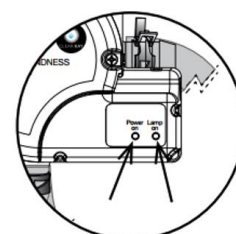

Figura 1F
15. Deslize a lâmpada UV nova (7) de volta para dentro do tubo de quartzo.
16. Reinstale o novo tampão preto da lâmpada (5) de volta sobre a porca de compressão de vedação do tubo de quartzo (9).
17. Reinstale tampa (2) e preenda-a com os parafusos.
19. Uma vez que a energia está ativada, você pode verificar o rator, Figura 1F, para ver se o sistema CLEARARRAY está funcionando. A luz acesa (vermelha) indica que o sistema CLEARARRAY está recebendo alimentação de energia e sempre deve estar ligado. A luz acesa (verde) indica que a lâmpada UV está ligada.